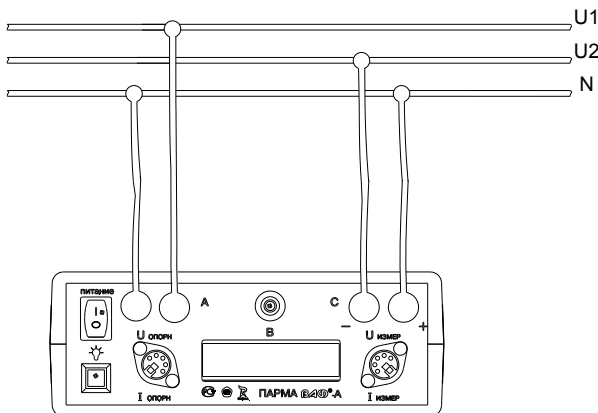

Рисунок 11
6.3.7.2 Для измерения угла сдвига фаз между напряжением и напряжением подайте напряжения переменного тока на клеммы, обозначенные Uопорн и Uизмер (см. рис. 11).
Рисунок 11а